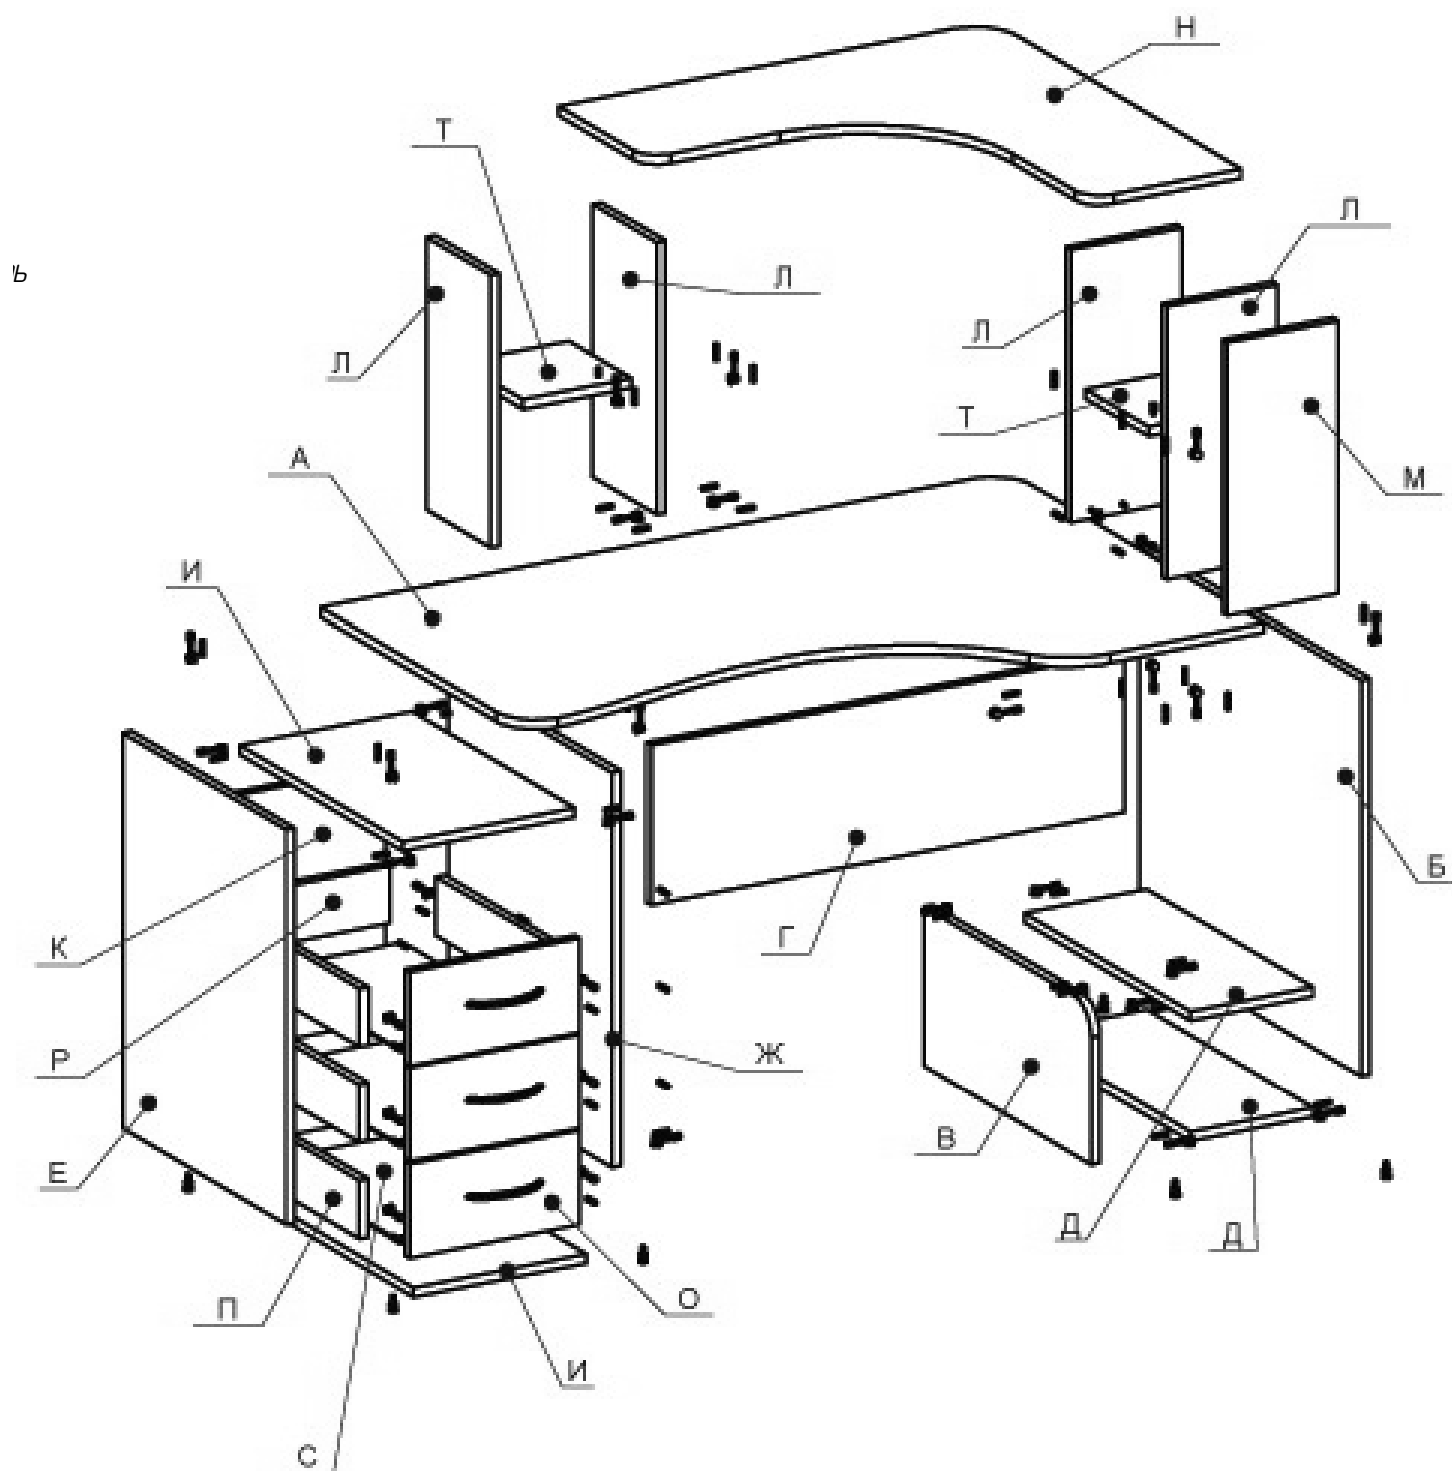

Рисунок 4
17. Собрать стол согласно схемы сборки (рисунок 4).